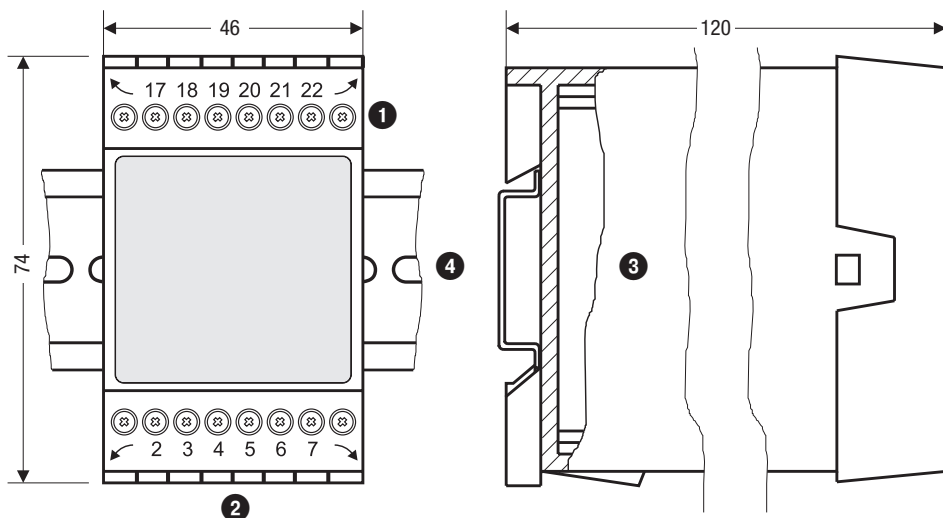

Рис. 1
Реле уровня NRS 1-54, NRS 1-55 крепится в распределительном шкафу на монтажной рейке ❹, тип TH 35, EN 60715. **Рис. 1**